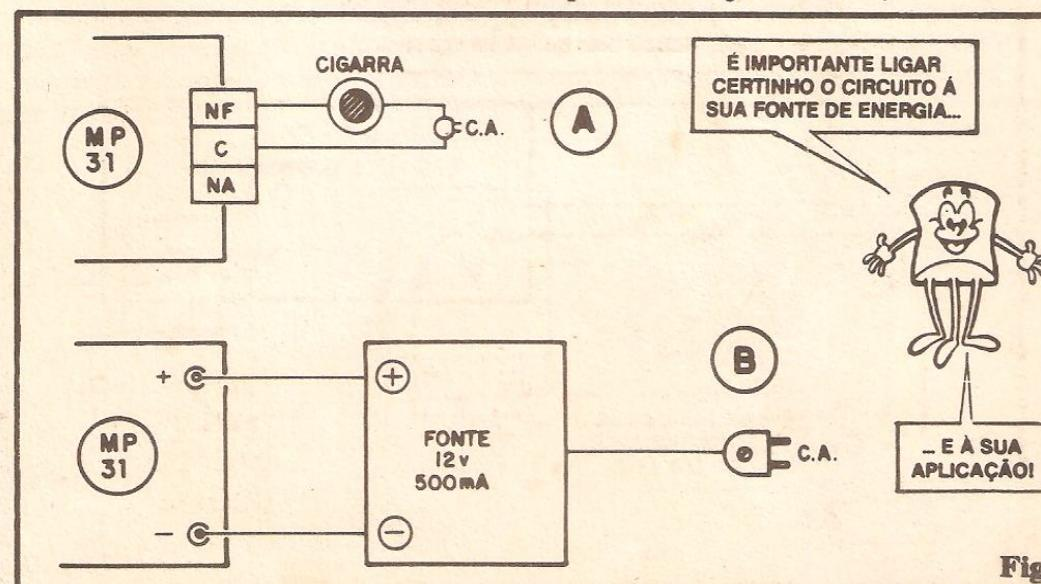

Fig. 8
**- FIG. 8 - EXEMPLOS DE UTILIZAÇÃO DAS SAÍDAS DA MP-31** - Os contatos de Potência, para utilização do relé, estão to-
dos (os 3) disponíveis através dos conetores NA-C-NF (quem acompanhou com atenção a já distante "Aula" sobre os relês - em ABC nº 4 - sabe o que esses códigos querem dizer... Vão "lá", se já tiverem esquecido...). É importante considerar que em situação normal (barreira íntegra), o relê da MP-31 fica energizado, portanto o terminal NA estará, nessa condição, ligado ao terminal C, e o NF estará desligado do terminal C... Assim, para que - por exemplo - uma campainha (cigarra de CA) soe quando a barreira for rompida, devemos utilizar as Saídas NF e C como se fossem os terminais de um interruptor momentâneo para a tal campainha (fig. 8-A). Para funcionamento ininterrupto, convém que o circuito seja energizado por uma fonte ligada à C.A., capaz de fornecer os necessários 12V sob 500mA. A ligação dessa fonte deve ser feita conforme diagrama 8-B... Em aplicações automotivas (já fa-